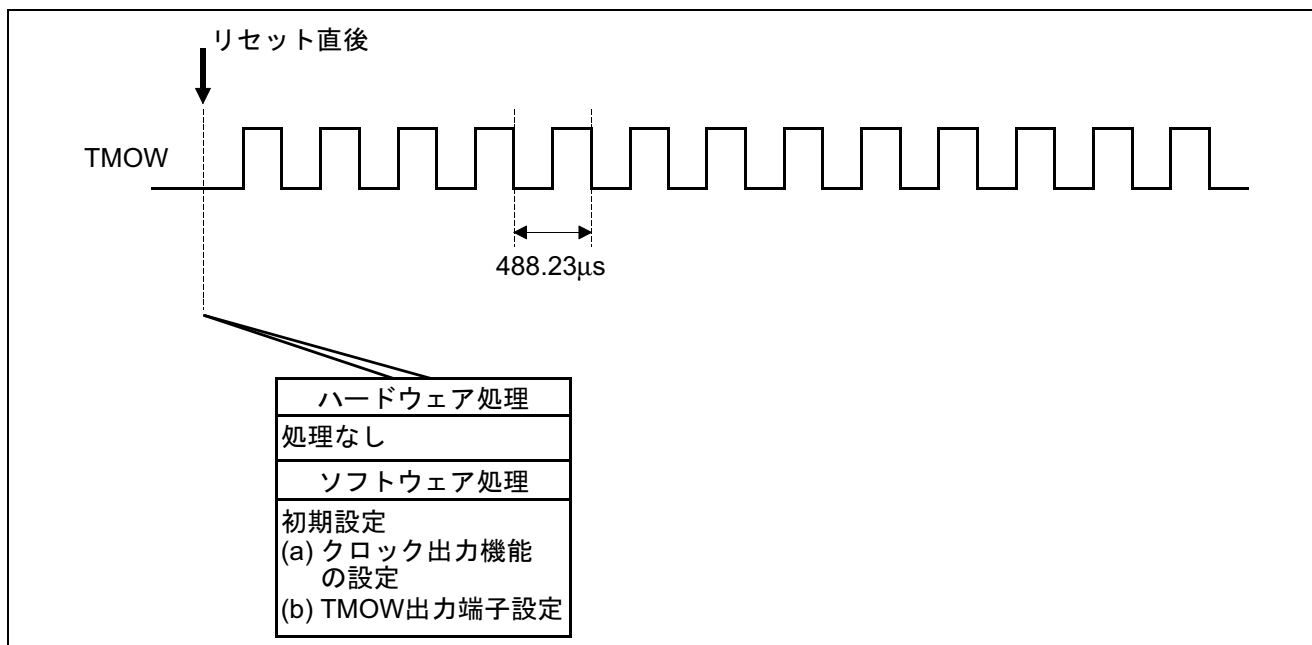

図 2 タイマ A クロック出力機能によるクロック出力の動作原理
(1) 図 2 に動作原理を示します。図 2 に示すようなハードウェア処理、およびソフトウェア処理によりタイマ A クロック出力機能によるクロック出力を行ないます。